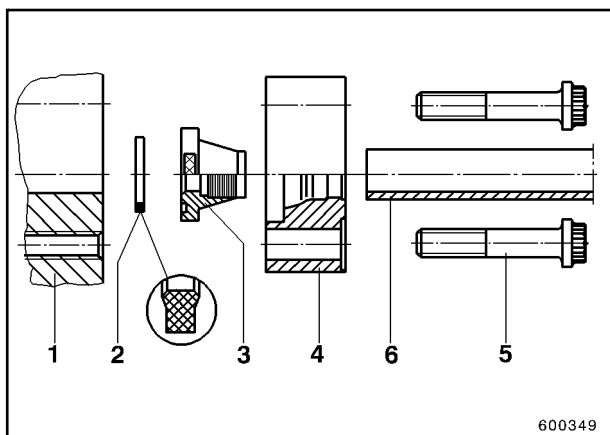
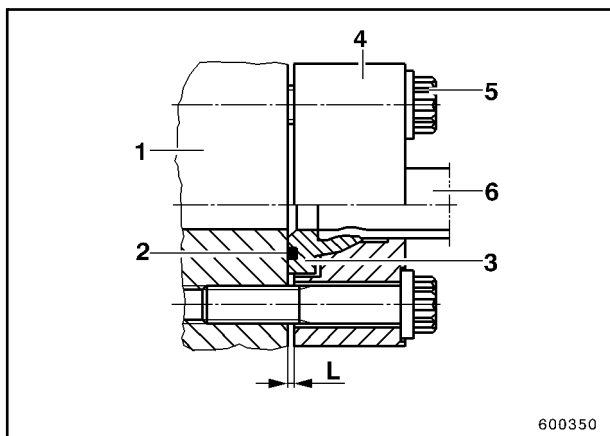

Fig. 1
Fig. 2
- raccords union double (fig. 1),
- raccords union équerre (fig. 2),
La fig. 1 montre les composants du système F, la fig. 2, un raccord monté. Légende:
2. Huiler les vis (5, fig. 2) et les contours intérieurs de la bride (4).
3. Glisser la bride (4) et la bague F (7) sur la conduite.
4. Mettre le joint d'étanchéité (2) en place dans la rainure. Le cas échéant, mettre également en place un deuxième joint d'étanchéité (2) et une rondelle (8).
5. Mettre le flexible hydraulique (10) contre la conduite (6) avec bague F (7) et mettre les deux demi-bridés (9) en place.
6. Mettre les vis (5) en place, visser les écrous (11) et ensuite les vis, à la main, et aussi loin que possible.
7. Serrer uniformément et en croix les vis (5) au couple de serrage voulu. Pour les couples de serrage, voir tableau 2 (cotes de serrage finales).